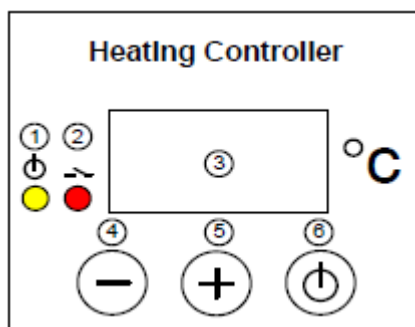

fig 1
- a. semnalizarea statusul-ui panoului de control fig 1